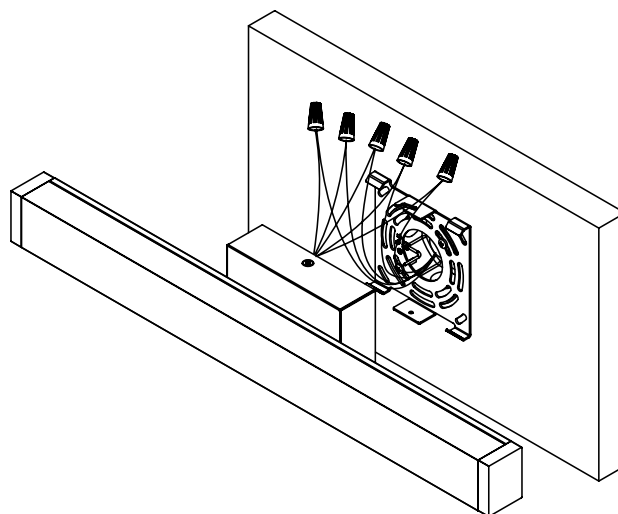

Fig. 2
2. Connecter les fils conformément au schéma de câblage ci-dessus et tel qu'illustré à la Fig. 2.